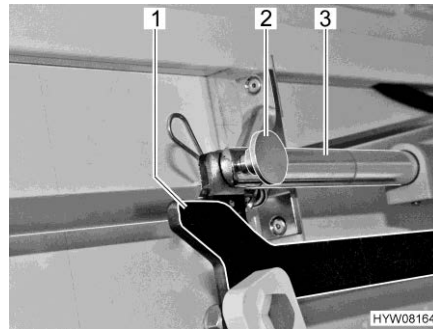

Fig. 101 Entraînement (lit escamotable)
- Retirer la jonction (goupille de sécurité et boulon) (Fig. 101,2) entre la tige de poussée (Fig. 101,3) et le levier (Fig. 101,1).
- Passer les mains par le bas entre la paroi et la tringlerie du lit escamotable et retirer la jonction (goupille de sécurité et boulon) (Fig. 101,2) entre la tige de poussée (Fig. 101,3) et le levier (Fig. 101,1).